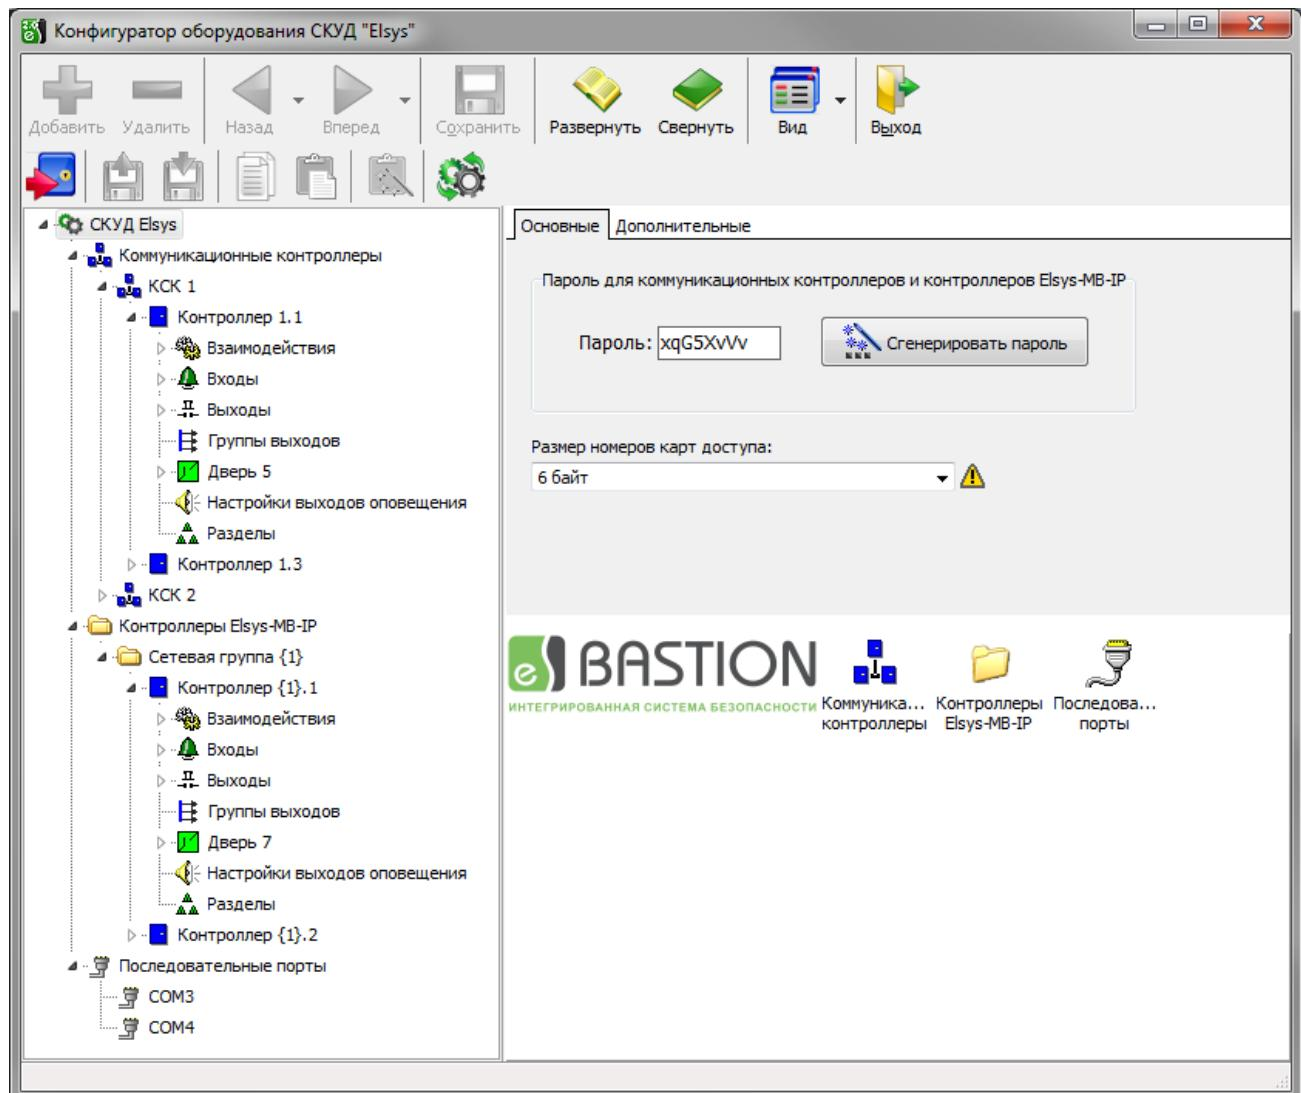

Рисунок 16 - Окно конфигуратора оборудования
- несоответствие паролей. Если в контроллер уже были записаны один раз настройки, то автоматически туда был записан и пароль (рисунок 16), если пароли в настройках драйвера и в сетевом контроллере не совпадают, то он находиться не будет. В этом случае необходимо произвести аппаратную очистку конфигурации сетевого контроллера в соответствии с руководством по эксплуатации.
В левой части окна конфигуратора (рисунок 16) находится дерево устройств, относящихся к драйверу «Бастион-2 – Elsys». В правой части окна находится окно просмотра, отображающее свойства выделенного узла.